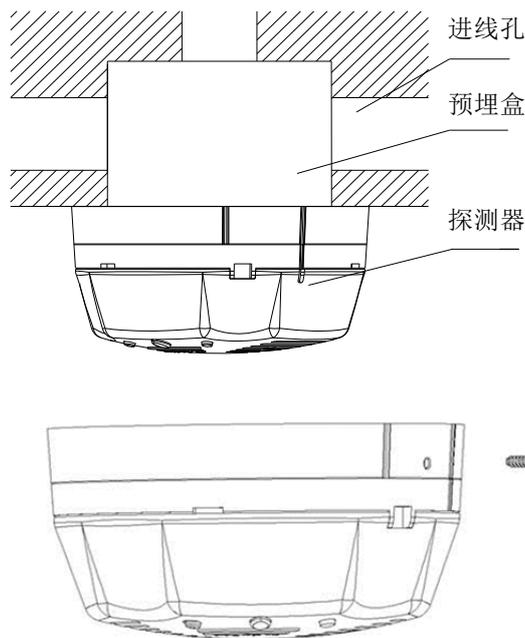

图 2-7
- (1) 首先将探测器底座固定在 86H50 预埋盒上，然后根据接线端子说明，将引线固定到底座上。
- (2) 将探测器安装到底座上。
- (3) 请将防拆螺钉（备附件）拧入底座侧面孔内，其安装示意图如图 2-7 所示。